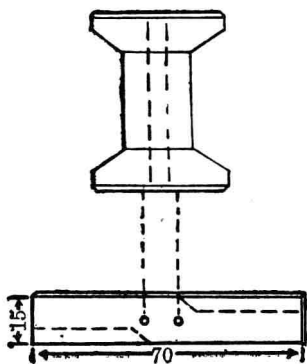

图 2
3. 把长 70 毫米、宽 15 毫米的竹片用橡胶刀削制成一螺旋桨(图 2)。在螺旋桨的中间部分钻两个小孔，它们之间的距离正好跟线团木芯上两只小钉之间的距离相同。小孔应略大于小钉的直径。